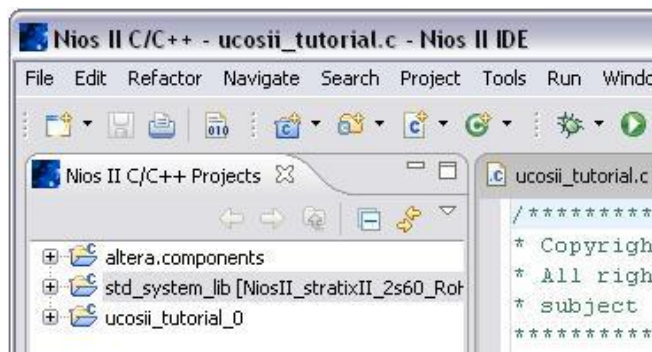

Figura C24 Proyectos de Nios II C/C++
14. Haga clic en **Finish** para completar la creación de su nuevo proyecto. El asistente crea dos proyectos en el visor de proyectos de C/C++ de Nios II, como se muestra en la Figura C24 **ucosii_tutorial_0** es el proyecto de aplicación, y **std_system_lib** es el proyecto de biblioteca de sistema.